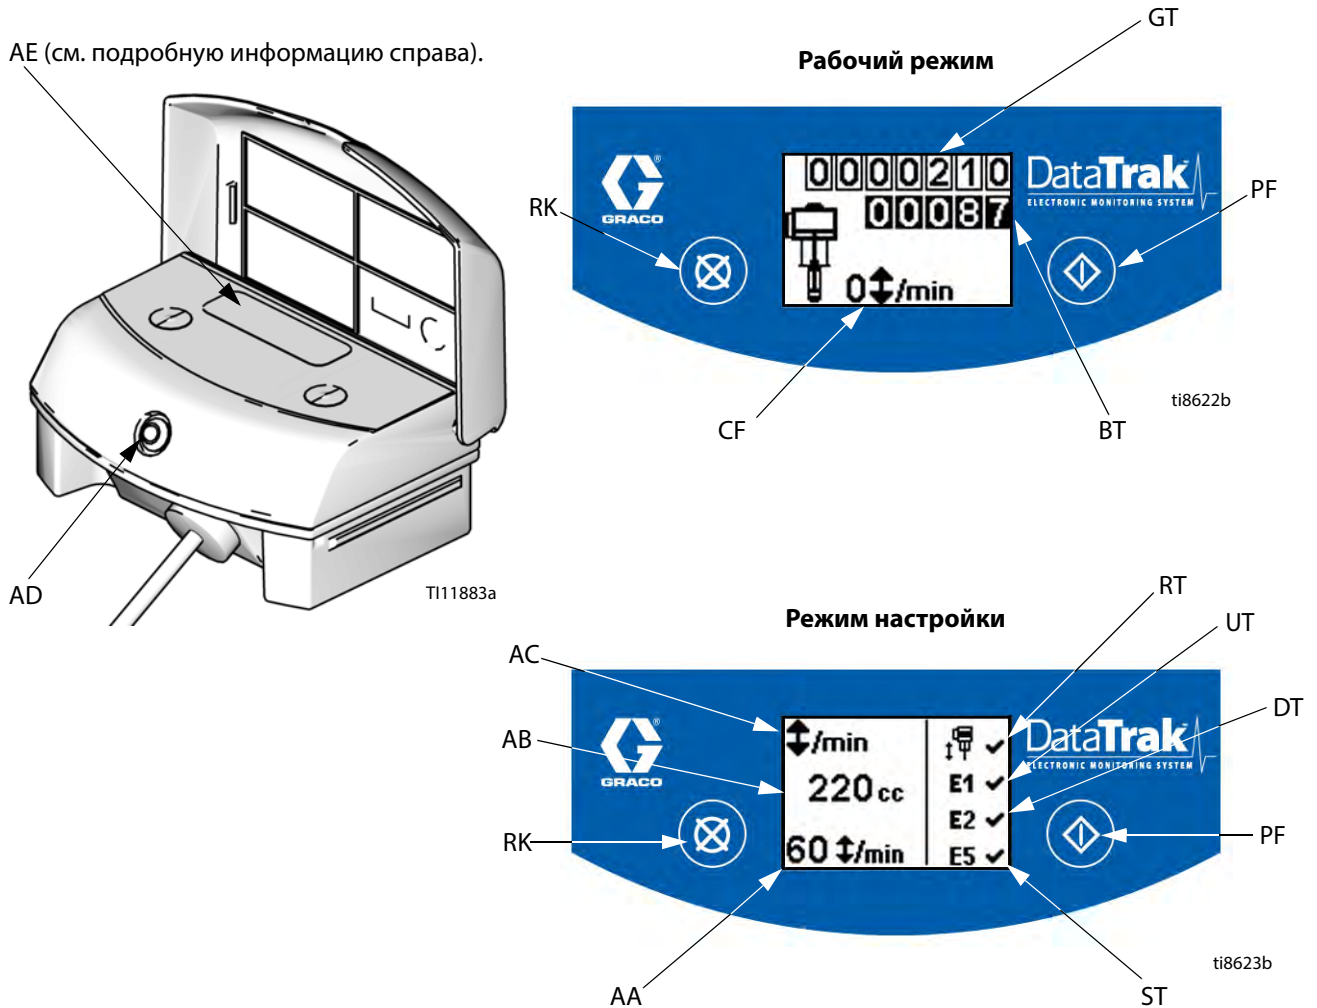

Рис. 4. Органы управления и индикаторы модуля DataTrak
Условные обозначения для Рис. 4
- См. раздел Рис. 4. Нажмите и удерживайте кнопку  в течение 5 секунд, пока не появится меню настройки.
ПРИМЕЧАНИЕ. Во время разгона опции ошибки E1, E2 и E5 разрешены, и на экране настройки появится знак  . См. раздел Рис. 4 .
- См. раздел Рис. 4 . При выходе насоса из-под контроля защитный соленоид активируется и останавливает насос. Светодиодный индикатор (AD) начинает мигать, и дисплей (AE) отображается индикатор состояния выхода из-под контроля
ПРИМЕЧАНИЕ. Для отключения мониторинга разноса следует перевести систему в режим настройки и задать для разноса значение 0 или выключить переключатель (RT)  (см. Рис. 4).
1. См. раздел Рис. 4. Для перехода в режим заправки/промывки нажмите любую кнопку, чтобы
См. раздел Рис. 4. Последняя цифра на счетчике всех выполненных работ (BT) означает десятые доли галлона или литра. Чтобы обнулить счетчик, нажмите любую кнопку для включения дисплея, а затем нажмите и удерживайте  в течение 3 секунд.
См. раздел Рис. 4. Дисплей (AE) выключится через одну минуту бездействия в рабочем режиме или через три минуты — в режиме настройки. Для включения дисплея нажмите любую кнопку.
Модуль DataTrak может диагностировать некоторые проблемы в работе насоса. При обнаружении неисправности начинает мигать светодиод (AD, Рис. 4) и на дисплее появляется соответствующий диагностический код. См. раздел Таблица 1.